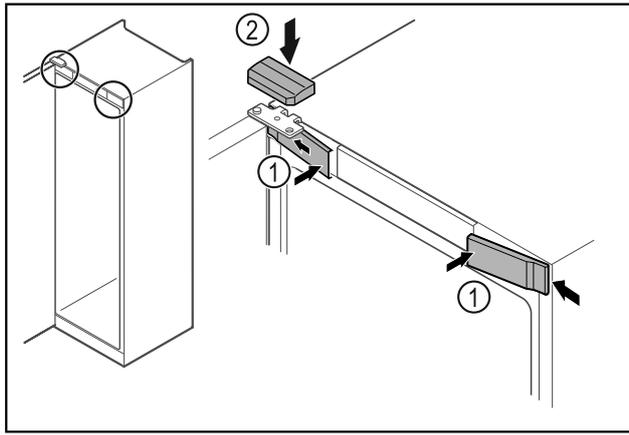

Fig. 63
- ▶ Agganciare le coperture anteriori Fig. 63 (1) di lato e innestarle.
- ▶ Innestare la copertura superiore Fig. 63 (2) dall'alto.